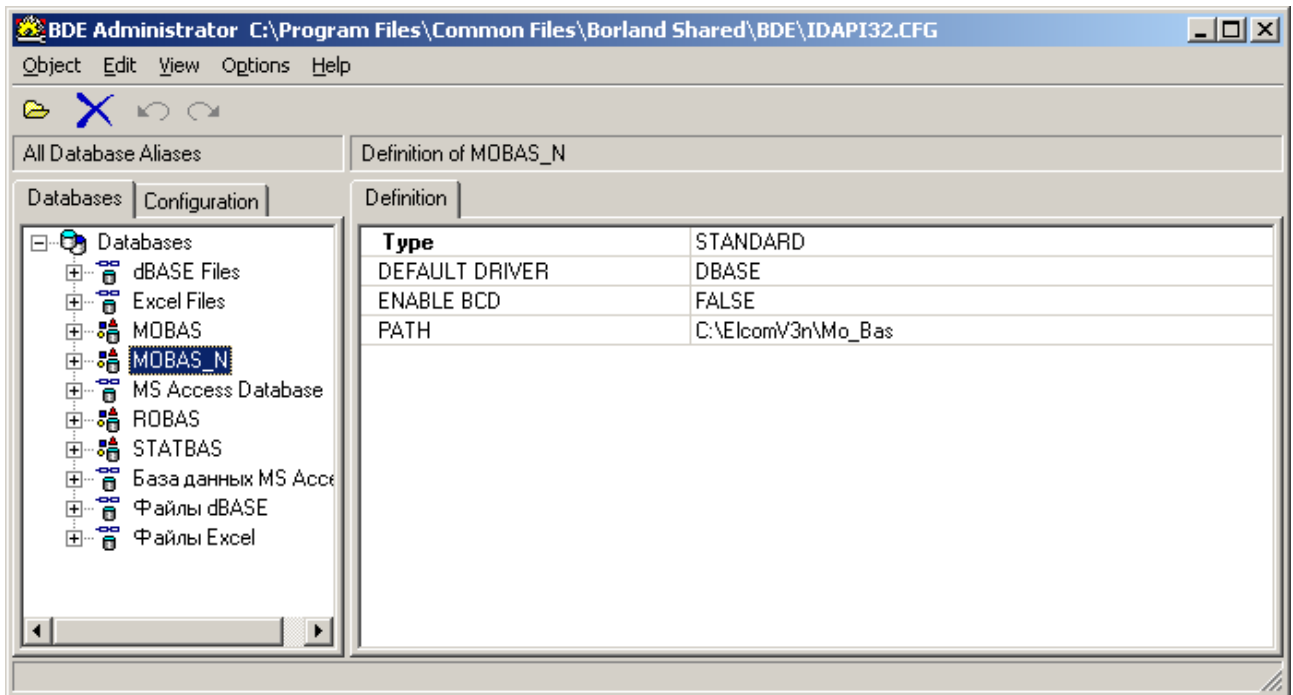

Рис.3.2.1. Параметры алиаса MOBAS_N
- запустить программу **C:\ProgramFiles\CommonFiles\BorlandShared\BDE\BDE Admin.EXE**. На листе **Databases** можно просмотреть наличие алиасов **MOBAS_N** и **STATBAS**. Параметры **MOBAS_N** показаны на рис.3.2.1: